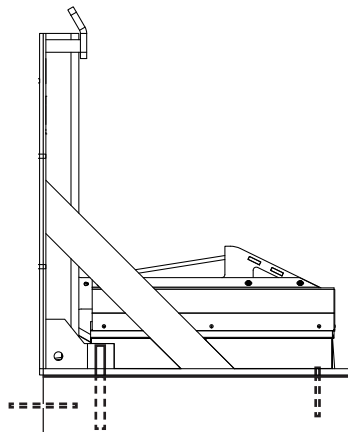

Figura 14
En la parte trasera del PowerStop, perforo orificios de 28.6 mm (1-1/8 pulg.) de diámetro x 178 mm (7 pulg.) de profundidad e instale dos (2) anclajes adhesivos de 25 mm (1 pulg.). En la parte delantera del PowerStop, instale dos (2) anclajes de cuña de 19 mm x 133 mm (3/4 x 5-1/4 pulg.) mínimo. Consulte la Figura 14.